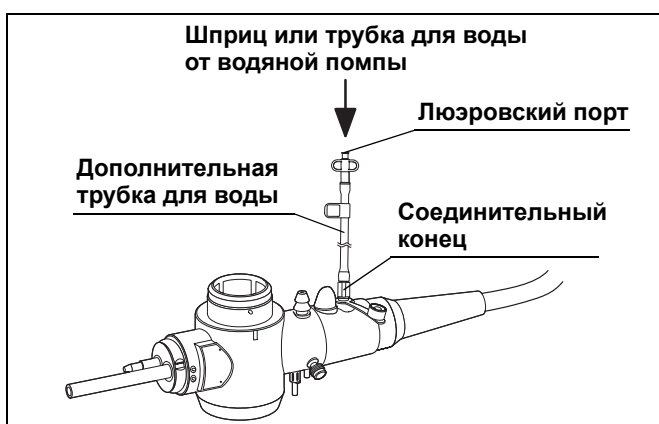

Рис. 3.22
1. Присоедините шприц, заполненный стерильной водой, или трубку для воды от водяной помпы к люэровскому порту дополнительной трубки для воды (см. Рис. 3.22). Введите воду и убедитесь в том, что вода вытекает из дополнительного жидкостного канала на дистальном конце вводимой части.